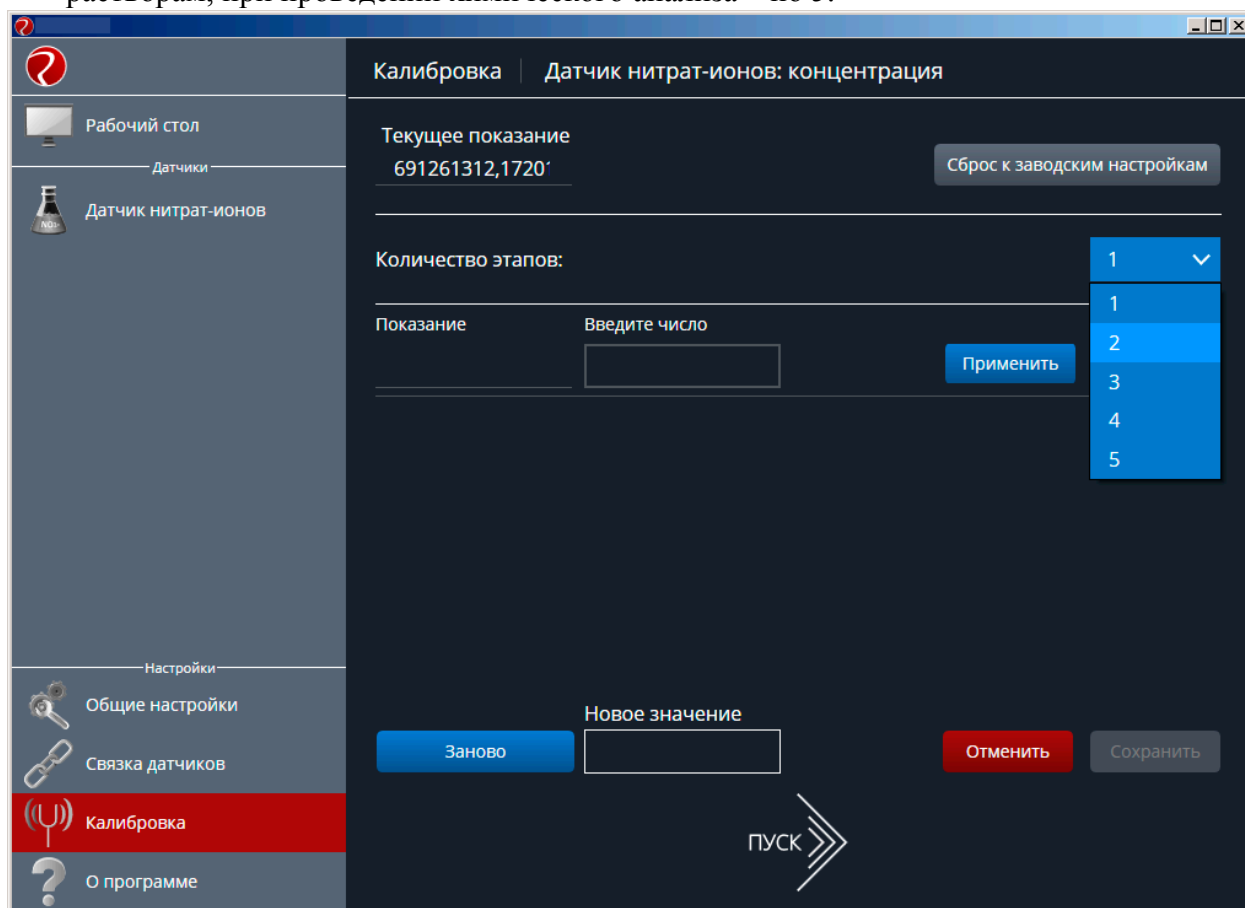

Рисунок 4 – Выбор количества этапов калибровки
- 8) Если пароль введен верно, на экране появится окно калибровки датчика (рис. 4). С помощью выпадающего списка в меню «Количество этапов» необходимо выбрать число калибровочных растворов, на основании которых будет производиться калибровка параметров датчика нитрат-ионов (от 2 до 5). При проведении спланированного эксперимента рекомендуется проводить калибровку датчика по 2 – 3 калибровочным растворам, при проведении химического анализа – по 5.